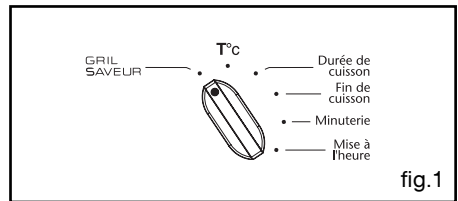

fig.1
- Positionnez le sélecteur de programme sur la position "GRIL SAVEUR" (fig.1), la durée de cuisson clignote à 0h05 (cette valeur de durée correspond au temps minimum nécessaire pour activer la fonction "GRIL SAVEUR" dans la séquence de cuisson choisie).
- Appuyez pendant quelques secondes sur le bouton de réglages jusqu'à l'affichage de  (fig.1).